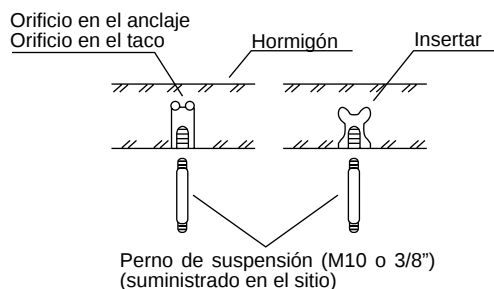
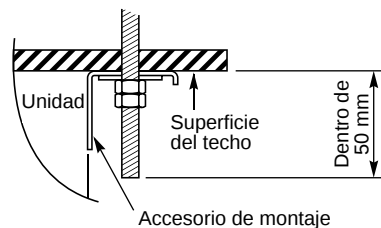

Fig. 3-38
Fig. 3-40
- (2) Taladre orificios en los 4 puntos indicados en el diagrama de escala completa.
- (3) Dependiendo del tipo de techo:
- a) Inserte pernos de suspensión (Fig. 3-38).
- (4) Atornille los pernos de suspensión, dejando que sobresalgan del techo (Figs. 3-38 y 3-39). La distancia de cada perno al descubierto debe ser de igual longitud dentro de 50 mm. (Fig. 3-40)